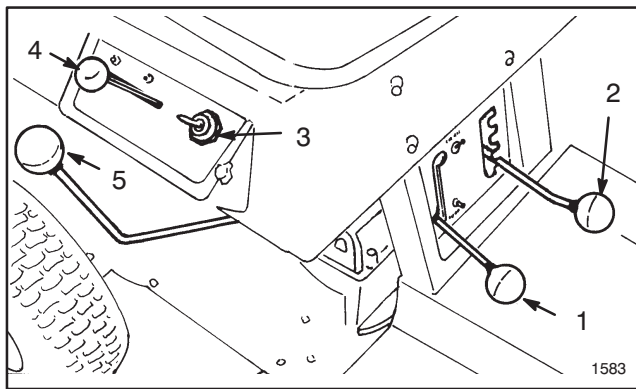

Abbildung 5
Gangschaltung (Abb. 5)—Das Getriebe hat fünf Vorwärtsgänge, Leerlauf und Rückwärtsgang. Der Schalthebel befindet sich rechts vom Fahrer. Ein Sperrschalter, der Motorstart bei eingelegtem Gang verhindert, ist oben am Getriebe montiert.
Schnittmesserkontrollhebel (Abb. 5)—Mit dem Schnittmesserkontrollhebel wird das Schnittmesser ein- und ausgerastet. Ein Sperrschalter verhindert Motorstart, wenn der Hebel auf EINGERASTETER Position steht. Der Motor springt nur an, wenn der Hebel auf AUSGERASTETER Position steht.
Gashebel (Abb. 5)—Mit dem Gashebel werden Gasregler und Choke am Vergaser betätigt. Der Hebel hat drei Stellungen: LANGSAM, SCHNELL und CHOKE.
Schnitthöheeneinstellung (Abb. 5)—Mit dem Schnitthöhenhebel kann die Schnitthöhe in fünf Abstufungen von ca. 1-1/2 bis 3-1/2 Inch eingestellt werden.
Zündschalter (Abb. 5)—Der Schalter hat drei Stellungen: ON, OFF und START.
2. Die Gangschaltung auf Neutralposition und den Schnittmesserkontrollhebel auf AUSRAST-Sperre stellen (Abb. 5).
3. Den Gashebel auf CHOKE-Position stellen (Abb. 5), wenn ein kalter Motor gestartet wird. Bei einem warmen Motor braucht der Choke nicht betätigt zu werden. Den Gashebel zum Start auf Position FAST stellen.
4. Den Zündschlüssel (Abb. 5) auf Position START drehen. Wenn der Motor startet, den Schlüssel loslassen und den Gashebel zwischen FAST und SLOW stellen, wenn der Choke zum Start verwendet wurde. Den Mäher für optimale Leistung mit dem Gashebel auf Position FAST (Vollgas) betreiben.
1. Den Schnittmesserkontrollhebel auf AUSRAST-Sperre stellen (Abb. 5).
2. Den Schnitthöhenkontrollhebel (Abb. 5) auf die gewünschte Position stellen.